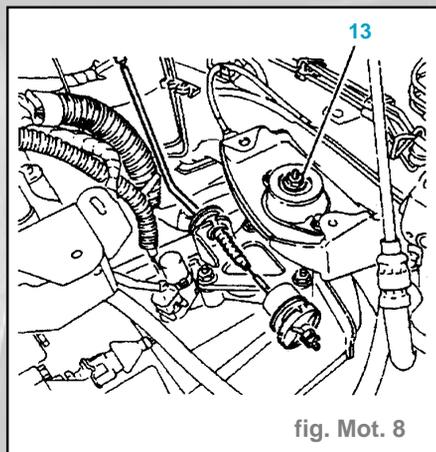

fig. Mot. 8
- l'écrou central du support moteur gauche (13) (fig. Mot. 8).
- Serrer l'écrou (13) à 6,5 daN.m (fig. Mot. 8).